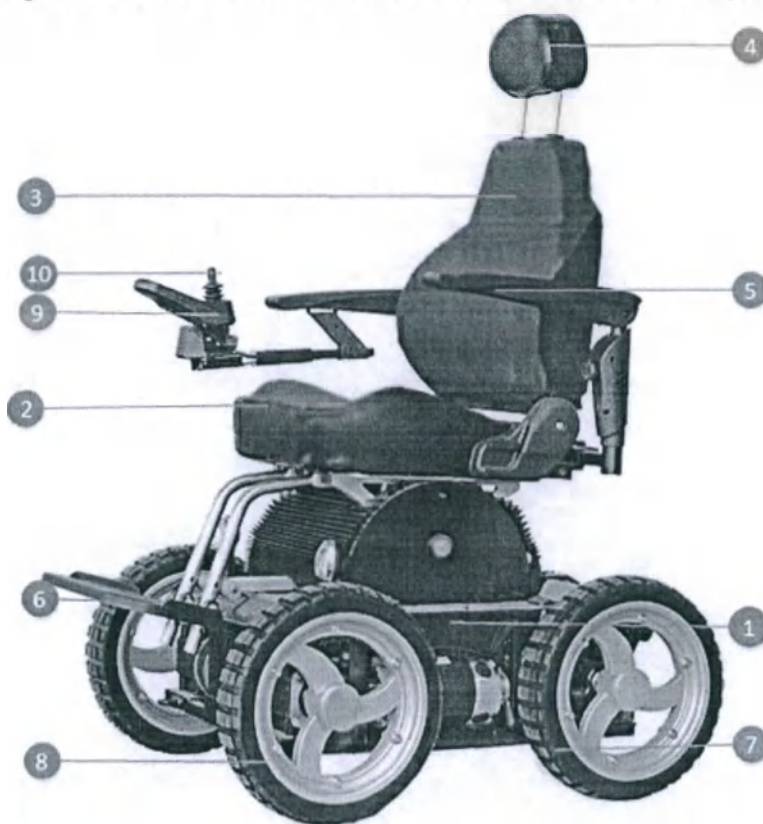

Рис.1
Кресло-коляска исполнения «Delta Electro 9800» (см. рис.1).
Рис.1а
5.1.3 Установить аккумуляторную батарею, удерживая за её ручку, на держатели в нижней части рам (Рис.1 поз.1). Соединить разъем питания от аккумуляторов с разъемом питания пульта управления (Рис.1,поз.9) (разъем находится под сиденьем).
5.1.6 Проверить заряд аккумуляторной батареи, для чего нажать кнопку включения питания на пульте управления (Рис.1,поз.9) при этом должен загораться индикатор заряда батареи. Электрическая сеть в порядке, если после включения питания индикатор горит, и не в порядке, если индикатор мигает.
5.1.7 Для подзарядки аккумуляторной батареи необходимо выключить электропитание коляски нажатием кнопки включения питания (поз.3,Рис.1а) на пульте управления (индикатор заряда аккумуляторной батареи должен погаснуть).
5.3.2 Перед началом движения необходимо перевести колеса с электроприводами в автоматический режим. Сест в коляску, пристегнуться страховочным ремнем, нажать кнопку включения питания на пульте управления (Рис.1,поз.9).